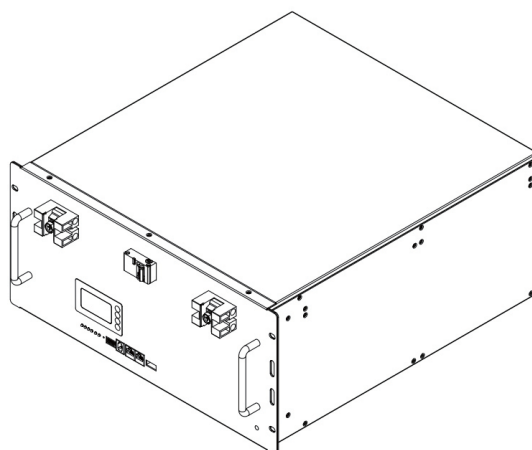

Figure 6-3 - Manière correcte de poser la pile
- Il est préférable que les bloc-piles de la série 48V VT48200B soient montées en position plate, comme c'est montré sur la fig. 6-3.